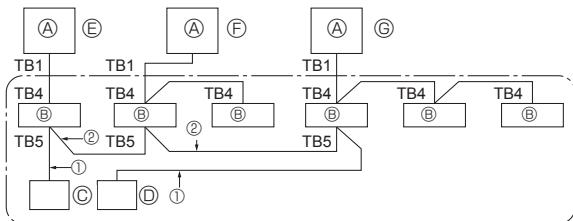

Fig. 9-1
- ① Τροφοδοτήστε με ρεύμα το κλιματιστικό (διακόπτης κυκλώματος).
- ② Αφού κλείστε την αναστατωτική βαλβίδα της γραμμής αερίου, γυρίστε το διακόπτη SWP στον πίνακα ελέγχου της εξωτερικής μονάδας στη θέση ON. Ο συμπιεστής (εξωτερική μονάδα) και οι ανεμιστήρες (εσωτερική και εξωτερική μονάδα) αρχίζουν να λειτουργούν και η εκκένωση του ψυκτικού αρχίζει. Οι λυχνίες LED1 και LED2 στον πίνακα ελέγχου της εξωτερικής μονάδας είναι αναμμένες.
③ Επειδή η μονάδα σταματά αυτόματα να λειτουργεί μετά από δύο έως τρία λεπτά αφού ολοκληρωθεί η εκκένωση του ψυκτικού (οι λυχνίες LED1 και LED2 είναι αναμμένες), φροντίστε να κλείσετε γρήγορα την αναστατωτική βαλβίδα της γραμμής αερίου. Όταν οι λυχνίες LED1 και LED2 είναι αναμμένες και η εξωτερική μονάδα σταματήσει, ανοίξτε εντελώς την αναστατωτική βαλβίδα της γραμμής υγρού και στη συνέχεια επαναλάβετε το βήμα ② αφού περάσουν τρία λεπτά.
④ Διακόψτε την τροφοδοσία ρεύματος (διακόπτης κυκλώματος).
9. Έλεγχος συστήματος (Fig. 9-1)